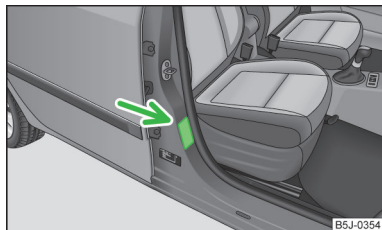

Fig. 117
- Este hecho lo indica también el adhesivo que se encuentra en el montante B del lado del acompañante » fig. 117. El adhesivo es visible al abrir la puerta del acompañante. Para algunos países se pega el adhesivo en la visera parasol del acompañante.